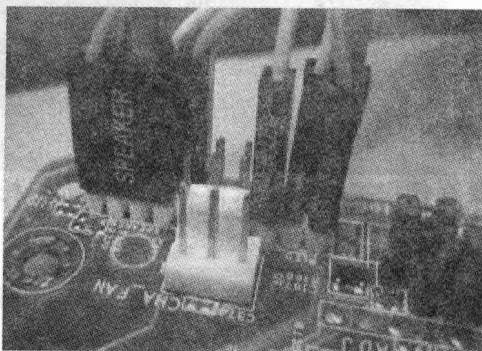
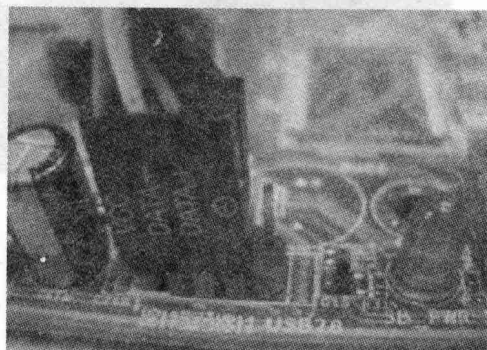

图 2-19
图 2-20
8. 按照主板标示(或者主板说明书)以及各连接线上的标示连接好各信号的连接线, 这些主要有: POWER—LED、HD—LED、POWER—SW、RESET、SPEAKER 以及扩展 USB 的连接线等。主板的跳线最好不要动, 其在出厂时已经默认设置好了。如图 2-19、图 2-20 所示。